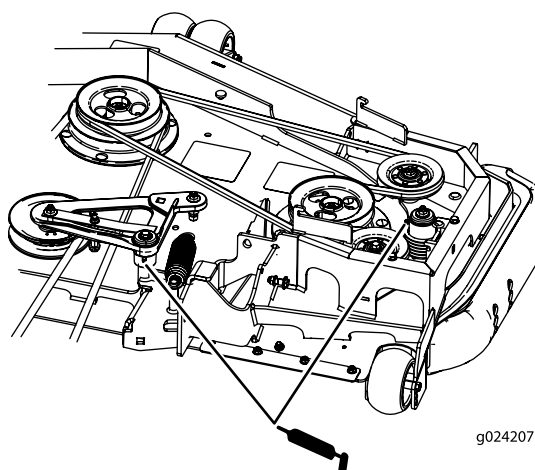

Figure 41
- Graissez le bras de la poulie de tension de la courroie du plateau de coupe (Figure 41).